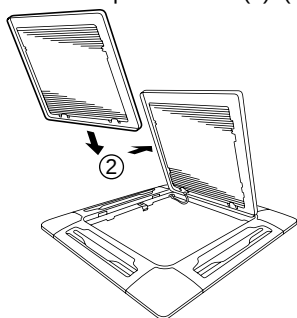

Fig. 9-20
- c) Con la rejilla de entrada de aire abierta, extraiga la bisagra de la rejilla del panel del techo deslizándola en el sentido mostrado por la flecha (2). (Fig. 9-20)